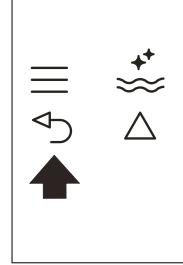

Fig. 25
- ▶ Apăsați de două ori pe pictograma  (B6) (Fig. 25) pentru a ieși din meniu.